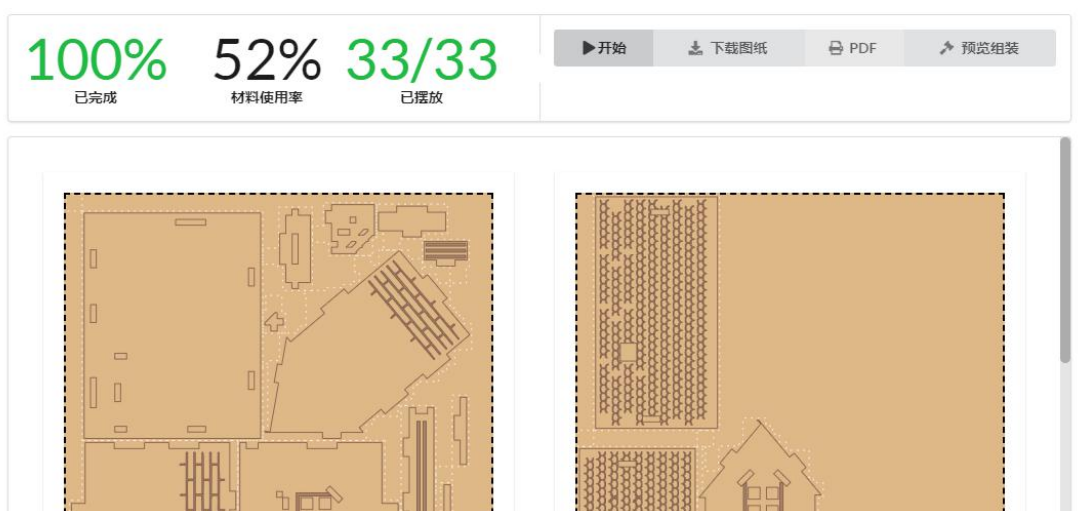

图 9-3
4. 点击开始按钮，在完成区域会显示材料使用率的百分比和零件的数量，在空白区域会形成排版。如图 9-3